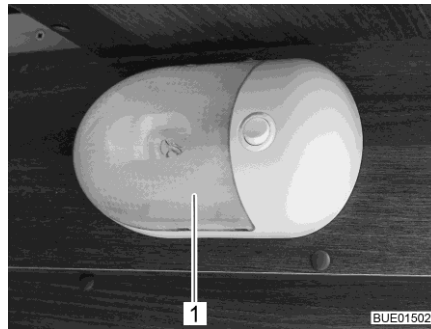

Bild 301 Påbyggnadslampa
- Tryck försiktigt samman den transparenta kåpan (Bild 301,1) på båda sidor, dra lätt bort den från brytaren och ta bort den framifrån.